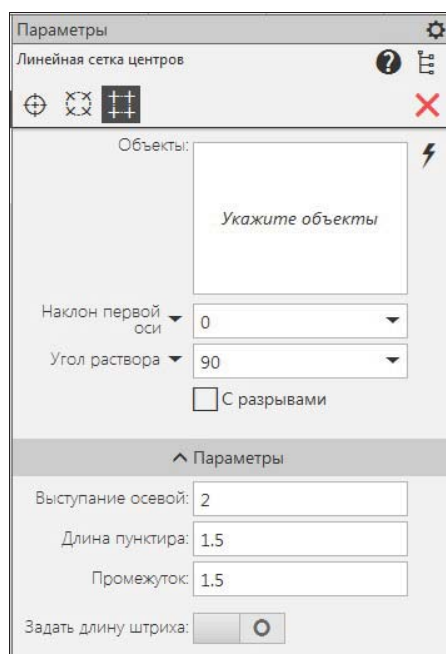

Рис. 13.18. Панель **Параметры: Линейная сетка центров**
- ♦ нажмите на кнопку **Линейная сетка центров**. На панели **Параметры: Линейная сетка центров** (рис. 13.18), если необходимо, задайте в полях **Наклон первой оси** и **Угол раствора** необходимые числовые параметры;